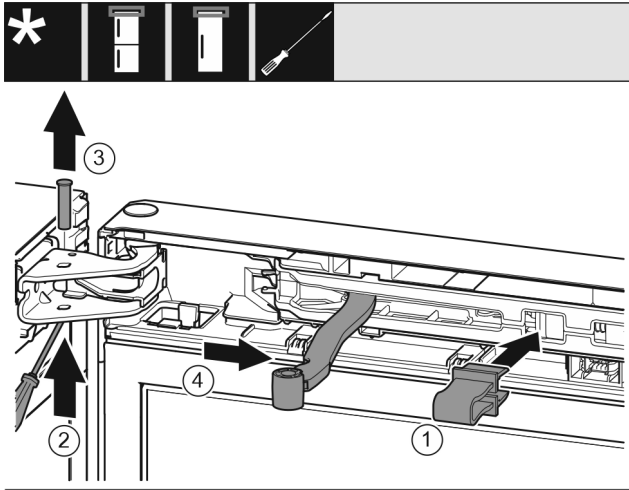

Fig. 10
- ▶ 将安全装置卡入开口。 Fig. 10 (1)
- ▶ 用螺丝刀将螺栓推出。 Fig. 10 (2)
- ▶ 向上取出螺栓。 Fig. 10 (3)
- ▶ 将铰链转向门的方向。 Fig. 10 (4)